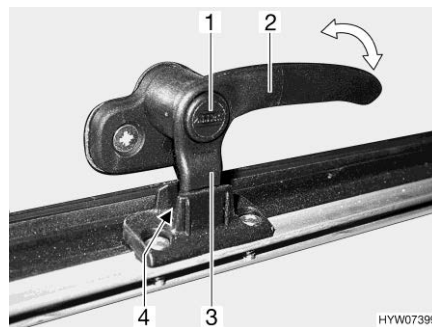
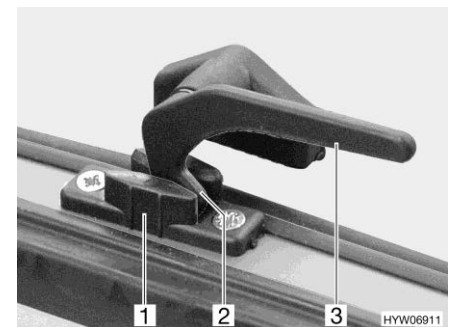

Bild 72 Verriegelungshebel mit Sicherungsknopf in Stellung "Dauerbelüftung"
Bild 73 Verriegelungshebel in Stellung "Dauerbelüftung"
- in Stellung "Dauerbelüftung" (Bild 72 und Bild 73)
- Wenn vorhanden, Sicherungsknopf (Bild 72,1) drücken und gedrückt halten.
- Den Verriegelungshebel (Bild 72,2 oder Bild 73,3) eine viertel Umdrehung zur Fenstermitte hin drehen.
- Den Verriegelungshebel wieder zurückdrehen. Die Verriegelungsnase (Bild 72,3 oder Bild 73,2) am Verriegelungshebel dabei in die Aussparung der Fensterverriegelung (Bild 72,4 oder Bild 73,1) einfahren.
- Wenn vorhanden, Sicherungsknopf (Bild 72,1) loslassen.